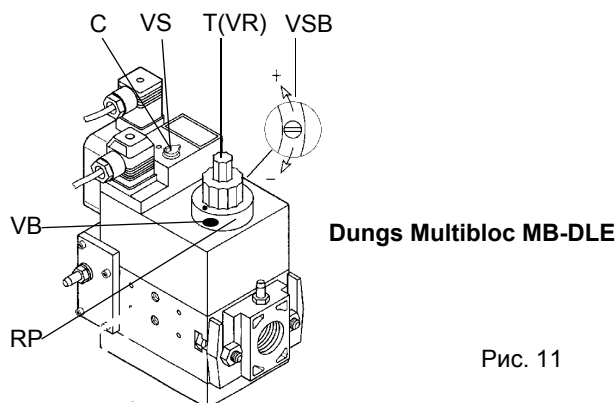

Рис. 11
- 1 Прежде чем запускать горелку, отрегулировать медленное открытие клапанной группы: для регулировки медленного открытия, снять крышечку **T** (см. Рис. 11), перевернуть ее и вставить на штырь **VR** соответствующим пазом, расположенным сверху. При вкручивании расход при розжиге уменьшается, при откручивании расход при розжиге увеличивается. Не регулировать винт **VR** с помощью отвертки. **Примечание:** Винт **VSB** должен сниматься только для замены катушки